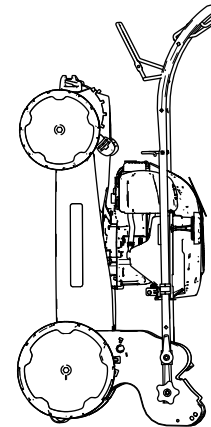

Figure 16
4. Soulevez l'avant de la machine par le guidon et amenez-la jusqu'au lieu de rangement (Figure 16).